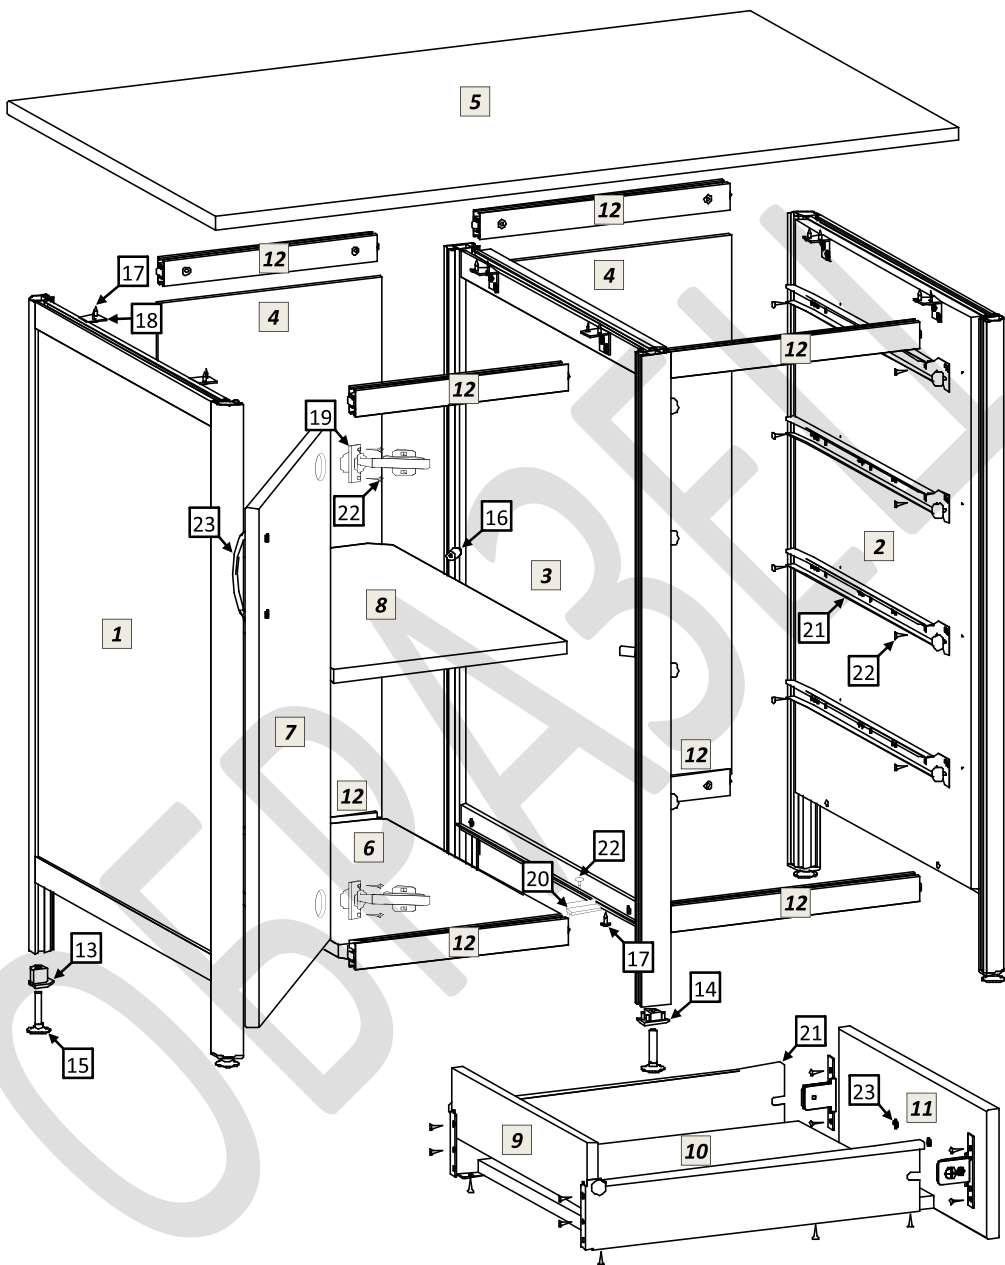

рис.1
- 5.1 Распаковав стол, внимательно ознакомьтесь со схемой сборки, изображённой на рис.1. Согласно позициям на схеме и комплектовочной ведомости определите расположение деталей в изделии и порядок их сборки. Сборка производится на ровном полу, укрытом материалом, предотвращающим повреждение покрытия пола и деталей мебели. Подготовьте необходимые для сборки инструменты – отвёртки, молоток, рулетку или линейку, гаечный ключ 12мм для регулировки опор, шуруповёрт.
- 5.6 Сборка выдвижных ящиков. Схема сборки ящиков показана на рис.1. Шурупами 4x16 соедините заднюю стенку, днище ящика и его фасад с металлическими боковинами направляющего механизма. На фасад ящика установите ручку. Установите в стол-тумбу собранные ящики. При необходимости отрегулируйте зазоры винтами крепёжного фасадного элемента метабоксов.